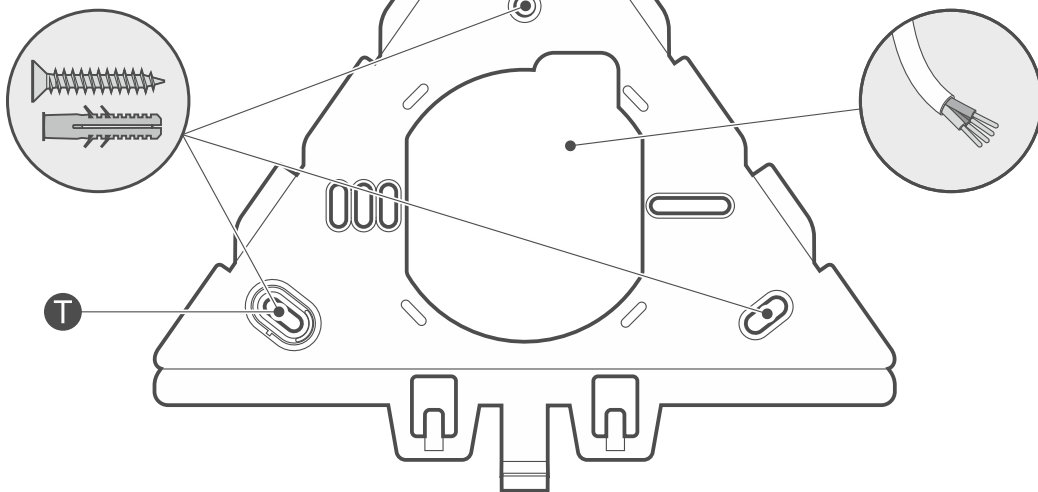

Abb. 3. Halterung mit markierter Position der Löcher für die Montage an die Wand, des Lochs im Sabotage-Einsatz und des Lochs für die Kabel.
2. Bringen Sie die Halterung an die Wand und markieren Sie die Position der Montagelöcher (Abb. 3) und des Lochs im Sabotage-Einsatz (in Abbildung 3 mit dem Symbol **T** markiert).
4. Führen Sie die Kabel durch die Öffnung in der Halterung (Abb. 3).